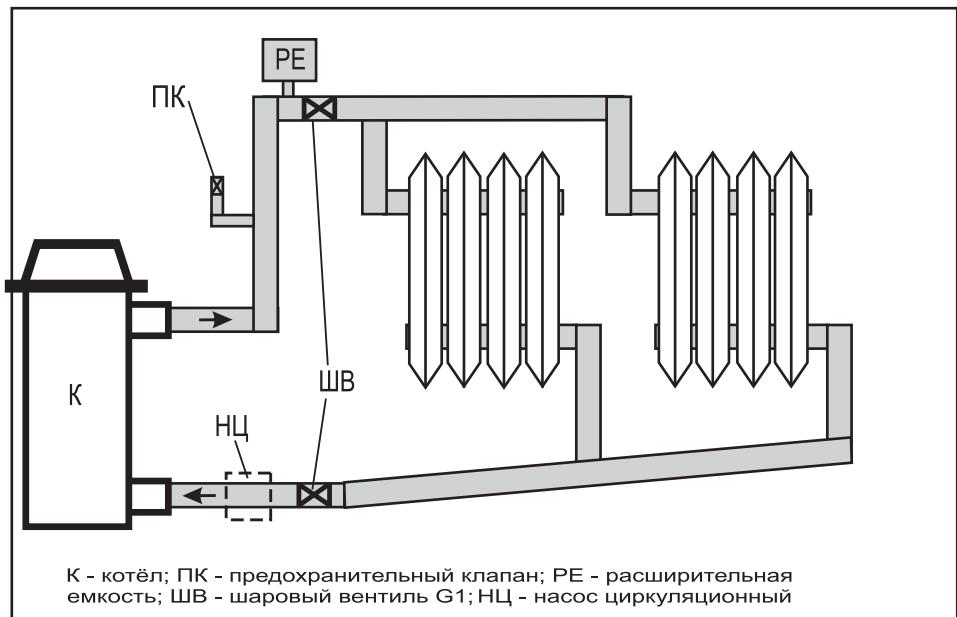

Рисунок 2 - Примерная схема системы отопления
5.9 Внимание! При эксплуатации прибора запрещается полностью или частично перекрывать шаровые вентили на входе и выходе из котла (см. рисунок 2).